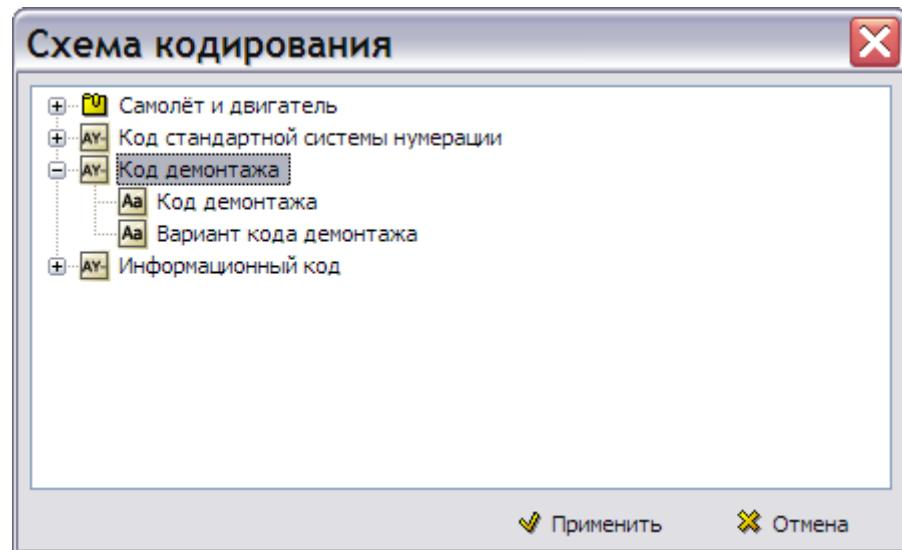

Рис. 4.22
7. В окне Схема кодирования выберите поле кода Код демонтажа (Рис. 4.22).